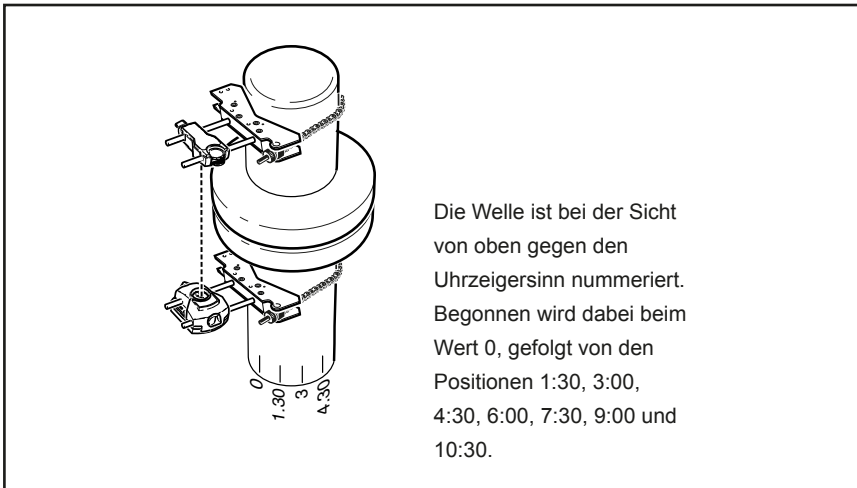

Abbildung 9-2. Die Welle nummerieren
3. Verwenden Sie diesen Abstand, um sieben weitere Markierungen im selben Abstand voneinander auf der Welle zu machen. Beginnen Sie dabei an dem von Ihnen gewählten Ausgangspunkt. Nummerieren Sie die Punkte bei der Sicht vom Prisma zu dem Sensor gegen den Uhrzeigersinn. Beginnen Sie dabei bei 0, gefolgt von 1:30, 3:00, 4:30, 6:00, 7:30, 9:00 und 10:30 (siehe Abbildung 9-2).